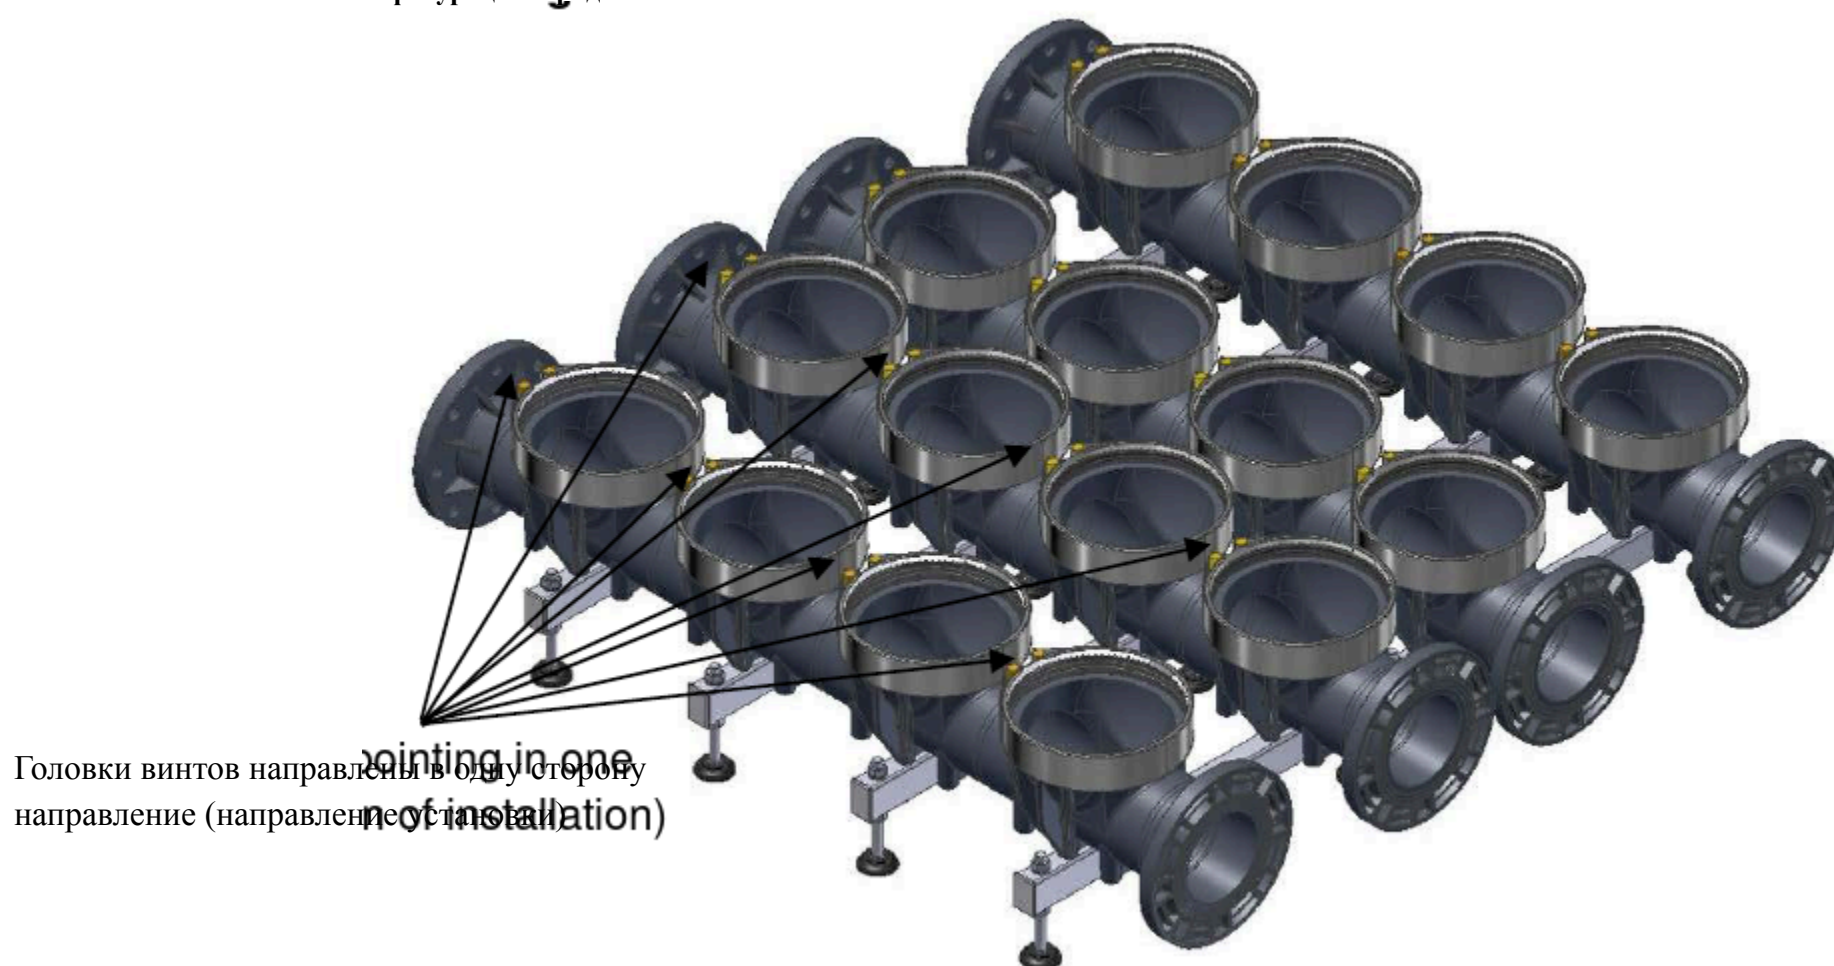

Рисунок 10-8: Выравнивание резьбового соединения inge® Трубные муфты
3. Затем установите трубные муфты inge® Ultra S 250 в местах разгрузки модуля на нижние подающие /сливные коллекторы. Убедитесь, что винты на соединениях труб (шестигранные 8 мм винты) легко доступны для сборки и демонтажа модулей. Для этого в каждом случае совместите головки винтов трубных муфт с монтажной стороной. Для двухрядной конструкции с двумя свободно доступными монтажными сторонами трубные муфты могут располагаться со смещением друг от друга (см. Рисунок 10-7). Если легкодоступна только одна сторона для монтажа или если каждый из двух рядов объединяется в четырехрядную конфигурацию после модули установлены, тогда головки винтов на соединениях труб должны быть направлены внутрь одинаковое направление на всех рядах. Это единственный способ гарантировать, что будет возможно открутить винты позже (рис. 10-8).